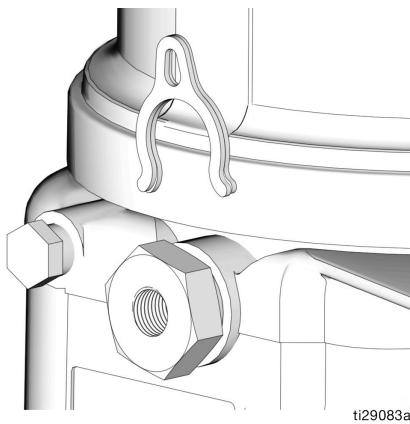

FIG. 18
2. Utilice una llave para aflojar el elemento de bomba en sentido contrario a las agujas del reloj. No retire el elemento de bomba completo. Mueva hacia atrás el elemento de bomba solo lo suficiente para permitir que el espaciador se deslice hacia adentro o hacia afuera (FIG. 18).
El control del volumen de la bomba se configura utilizando uno (1) o dos (2) espaciadores (FIG. 18).